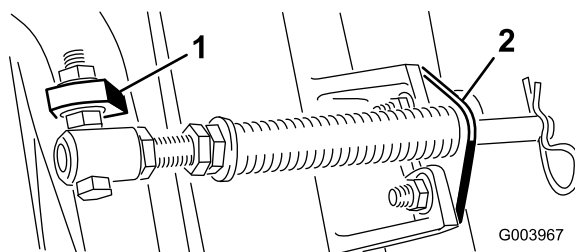
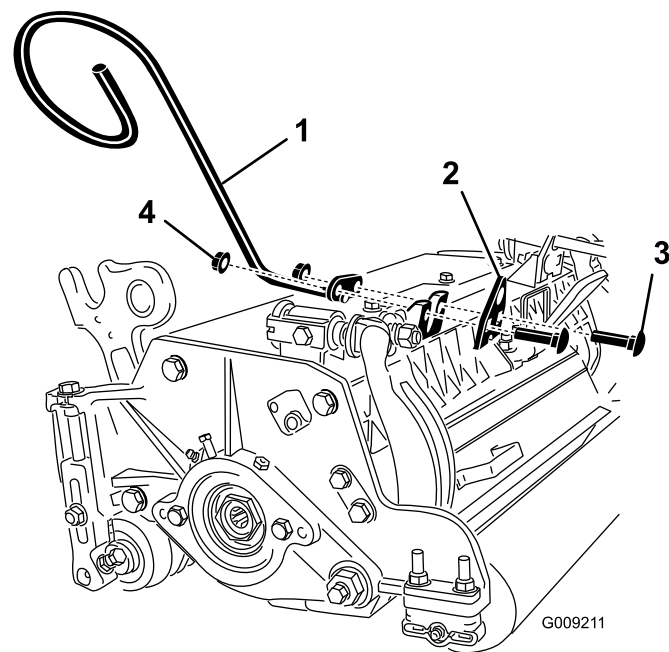

Figura 6
Figura 7
- C. Montate la vite a testa cilindrica del tubo della molla sull'aletta opposta, sul telaio portante, e fissatela con il dado flangiato. La testa cilindrica della vite deve essere posta sul lato esterno dell'aletta, come illustrato nella Figura 6.
- D. Montate la staffa dell'asta sulle alette degli elementi di taglio usando i bulloni a testa tonda e i dadi (Figura 6). Inoltre, nel rimontare la staffa dell'asta, sull'elemento di taglio n. 4 montate la guida del flessibile di sinistra sulla parte anteriore delle alette degli elementi di taglio (Figura 7).